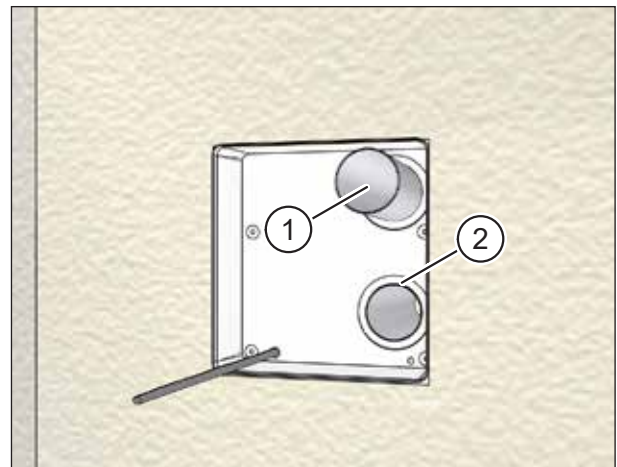

Abb. 28: Lüftungsrohre ablängen
- ▶ Schieben Sie beide Lüftungsrohre (Pos. 1 in Abb. 28) soweit in die Öffnungen des Montagesets ein, dass sie bündig mit der Innenseite des Montagesets abschließen (Pos. 2 in Abb. 28).